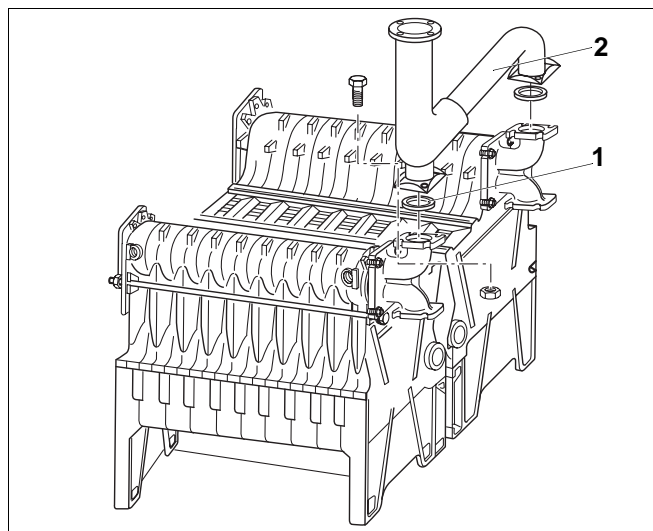

Fig. 27 Monter le tuyau de départ
- Placer l'anneau d'étanchéité (fig. 27, **pos. 1**) sur la face supérieure des deux brides. Mettre le tuyau de départ (fig. 27, **pos. 2**) et le visser avec à chaque fois quatre écrous et vis hexagonales M12 x 40. Placer les vis en haut.